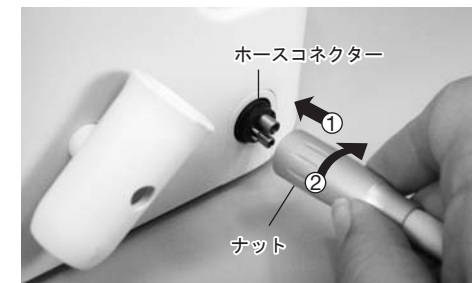

図4
- 1) ユニット前面のホースコネクタの穴・パイプとカップリングホースのナット側のピン・穴を合わせて差し込み、ナットを締め付けます。(図4)